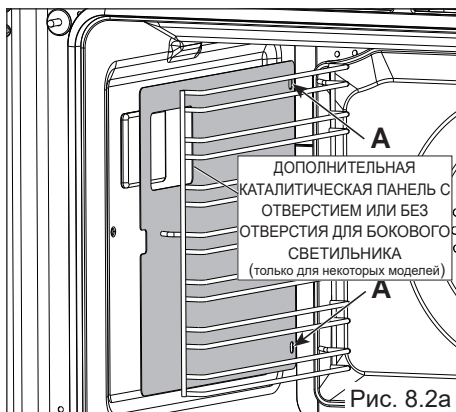

Рис. 8.2a
- Вставьте задние штыри боковой стойки в отверстия “А” на задней панели печи (рис. 8.2a).